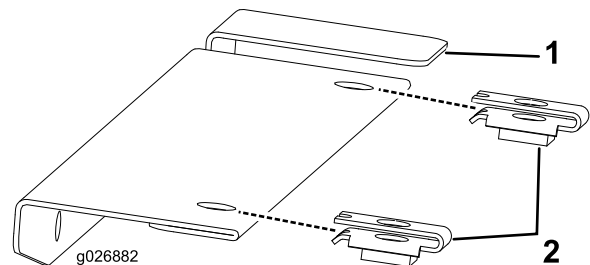

Bild 18
3. Bringen Sie zwei Befestigungsmuttern an der linken Abdeckung an (Bild 18).